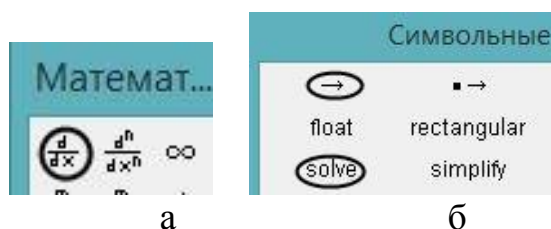

Рис. 6.1 Підменю «Математика» (а) та «Символьные» (б).
2. Взяти похідну від цієї функції за змінною x (рис. 6.1, а)
4. Розв'язати рівняння похідної відносно x , попередньо виділивши його (рис. 6.1, б)